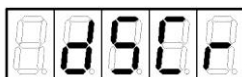

Рисунок 23
4. Нажать кнопку  или . На индикаторе появится обозначение "dSCr" (рисунок 23).